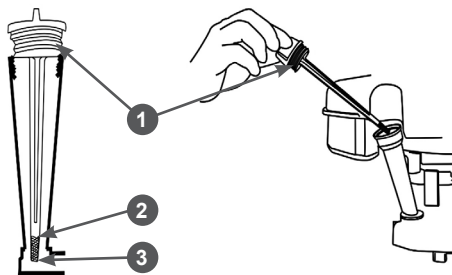

Рис. 18. Замена моторного масла
5. Осторожно открутите крышку-щуп 1 (Рис. 18) маслосазливной горловины, протрите его насухо и отложите в сторону.
9. Установите крышку-щуп в отверстие маслозаливной горловины, не закручивая ее. Аккуратно выгащите щуп и осмотрите его. Уровень масла должен соответствовать верхней отметке 2 на щупе (Рис. 18).